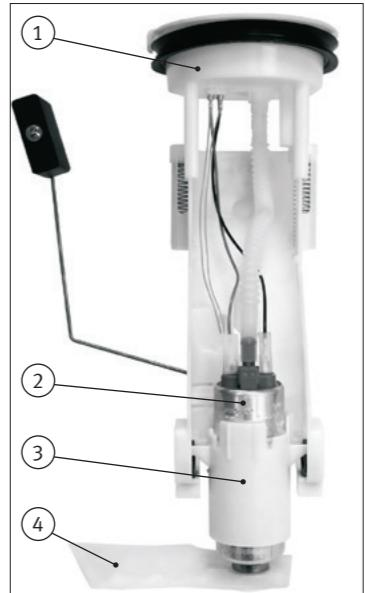

Abb. 1/Fig. 1/Puc. 1/图1
- 燃油泵 (2) 位于供油单元 (1) 内的支架 (3) 中（参见图 1）。
- Colocar en la unidad de transporte la nueva, previamente montada, bomba (2) con soporte (3).
- Comprimir de nuevo los tres tampones de goma (7) en los alojamientos de la unidad de transporte y soporte (comárese la ilustr. 3).
- Introducir en la tubuladura la manguera de combustible (5) y asegurarla con una pinza/abrazadera para manguera.
- Conectar los contactos eléctricos (6). Los contactos eléctricos están codificados y no pueden intercambiarse.
- Colocar de nuevo el filtro de aspiración (4). El filtro de aspiración debe señalar en la misma dirección que el transmisor del depósito (véase la ilustr. 1).